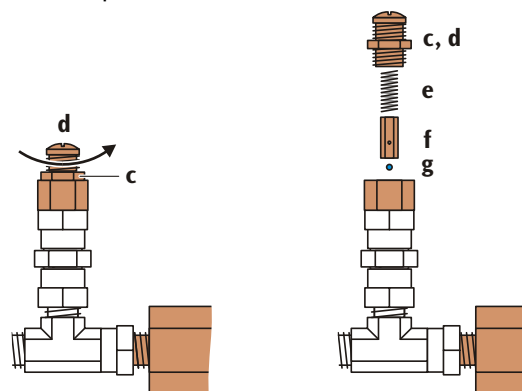

Fig. 7: Smontaggio della valvola di sicurezza.
- Allentare il controdado (apertura chiave 14) della valvola di sicurezza e svitare il cappuccio della valvola con un cacciavite (ved. Fig. 7).